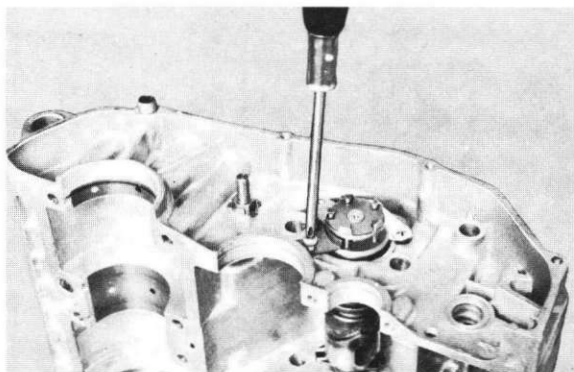

Fig. 4-15-2
- 1) Remove the Phillips-head screws holding the change lever guide, and then the change lever guide. (Fig. 4-15-2)
- 1) Retirez les vis à tête Phillips qui retiennent le guide du levier de changement de vitesse et enlevez ce guide. (Fig. 4-15-2)
- 1) Schalthebelführung durch Lösen der Kreuzschlitzschrauben (Imbusschrauben) demontieren. (Abb. 4-15-2)